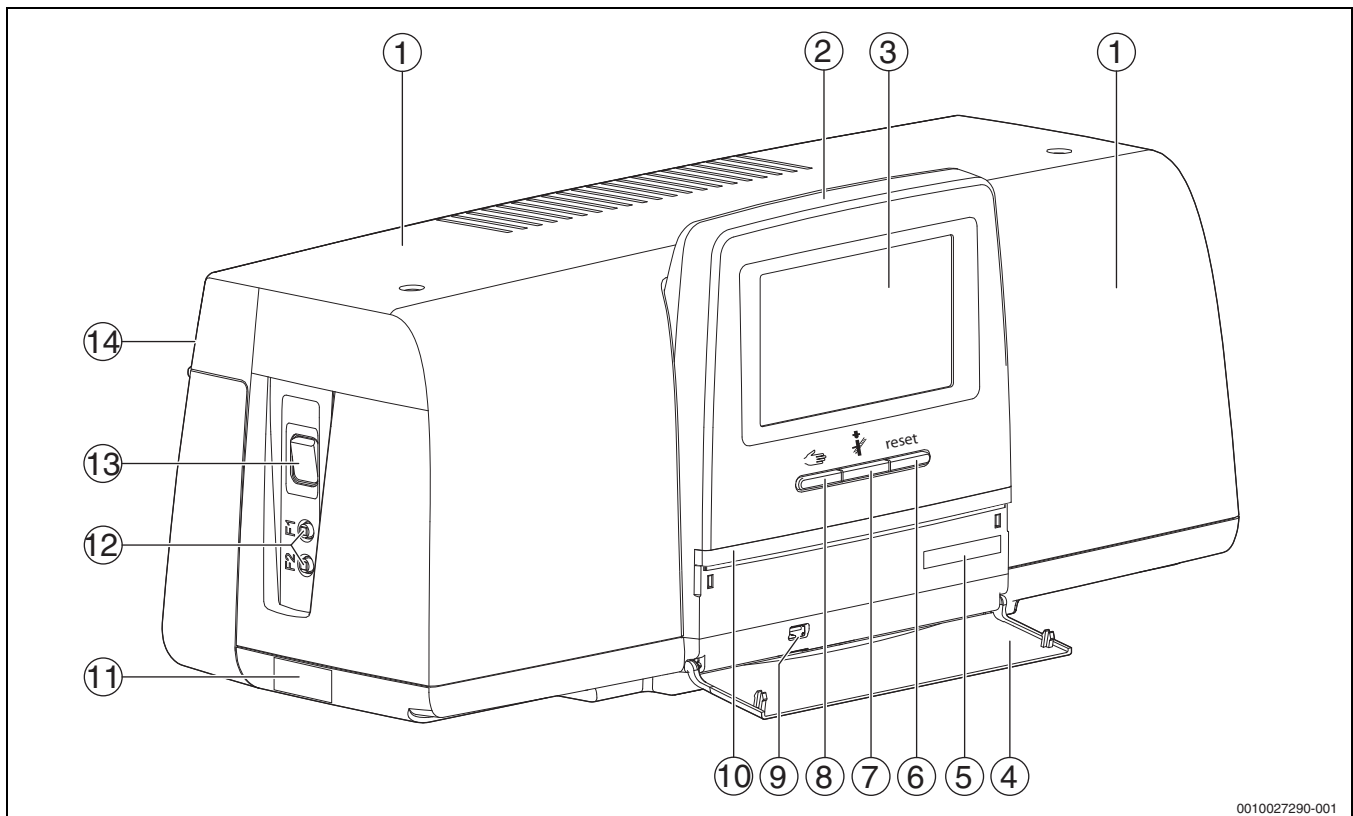

Fig. 8 Panoramica del termoregolatore e degli elementi di servizio
- Accendere il termoregolatore sull'interruttore on/off (→ fig. 8, [13], pag. 10).